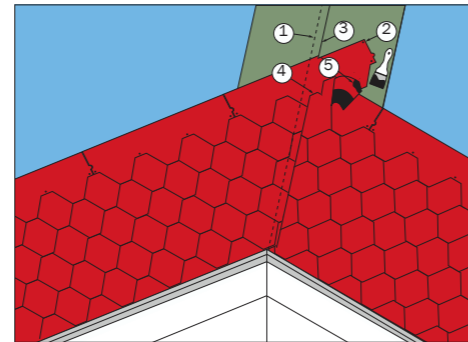

Рис. 32. Метод подреза
Сначала монтаж рядовой черепицы выполняют на малоуклонном скате с нахлестом на более крутой скат на величину не менее 30 см (рис. 32). Каждая черепица дополнительно фиксируется с помощью кровельных гвоздей в верхней части (2). Не следует прибивать специальные гвозди на расстоянии ближе 30 см от центральной оси ендовы (1). Так укрывается весь малоуклонный скат крыши. Затем «отбивается» меловая линия (3) на более крутом скате. Расстояние от меловой линии (3) до центральной оси ендовы (1) составляет 7–8 см. Гибкая черепица с более крутого ската подрезается по меловой линии (3). Для отбоя воды в ендову необходимо подрезать каждую черепицу (4) и промазывать битумной мастикой ТехноНИКОЛЬ с тыльной стороны на величину 10 см в местах отсутствия самоклеющегося слоя (5).